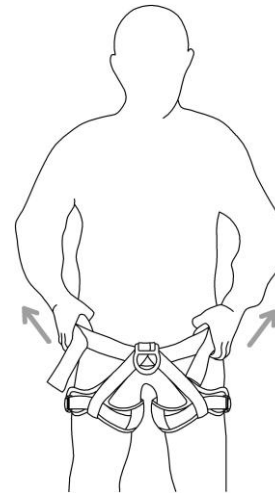

Рис. 2
Порядок надевания привязи показан на рис. 2 – 4:
- рис. 2 – продеть ноги в поясной и ножные охваты, надеть привязь на пояс;